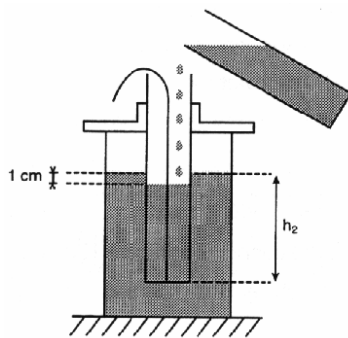

Fig. 5
14. Indem ich ebenso vorgehe wie im vorherigen Fall, messe ich  $h_2$  (siehe Fig. 5)